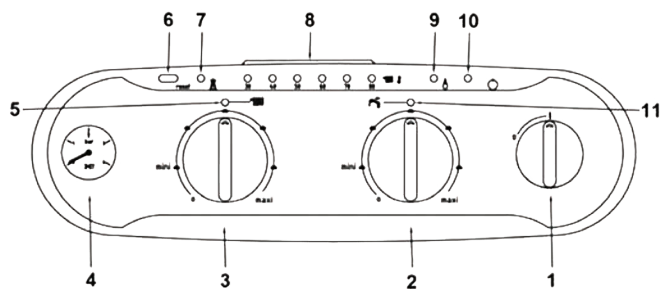
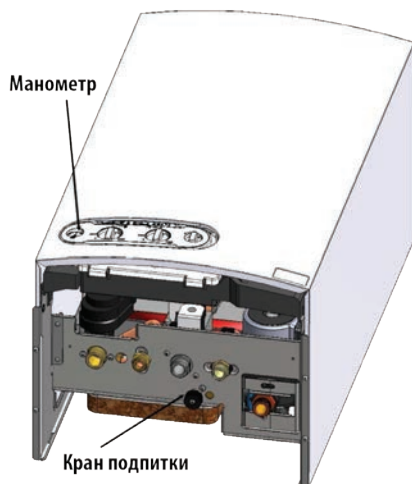

Рис. 1. Панель управления.
Рис. 7. Кран для заполнения водой системы отопления.
Для активации режима необходимо повернуть ручку регулировки температуры ОВ на положительную величину. После этого лампочка индикации режима отопления должна загореться. Во время нагрева системе отопления на панели блока управления должна отображаться фактическая температура (поз. 8 – рис. 1). Регулировка осуществляется в пределах от 35-85°C
Для отображения неисправностей в работе котла панель управления снабжена световыми диодами (поз. 8 - Рис. 1).Каждой неисправности соответствует своя последовательность горящих/моргающих диодов. Расшифровка последовательностей приведена в разделе 6.1.
Для включения котла поверните переключатель ВКЛ / ВЫКЛ ( поз. 1 - рис. 1) в положение (I)
Для выключения котла поверните переключатель ON/OFF (поз. 1 - рис. 1) в положение (0).
С помощью ручки регулировки температуры в системе отопления (поз. 2 – рис. 1) установите необходимую температуру теплоносителя от 35 до 85 °С.
С помощью ручки регулировки температуры горячей воды (поз. 3 – рис. 1) установите необходимую температуру горячей воды от 30 до 60 °С.
Давление в системе отопления, измеряемое манометром котла (поз. 4 – рис. 1), должно составлять 1,3-1,5 бар. Если во время работы котла давление в системе упадет до величины ниже минимально допустимой, котел будет остановлен и индикация неисправности (поз. 8 рис.1) высветит ошибку 13 (см. табл. 7). С помощью крана подпитки воды (рис. 7) доведите давление до первоначального значения 1,3-1,5 бар. По окончании операции всегда закрывайте кран подпитки системы отопления.